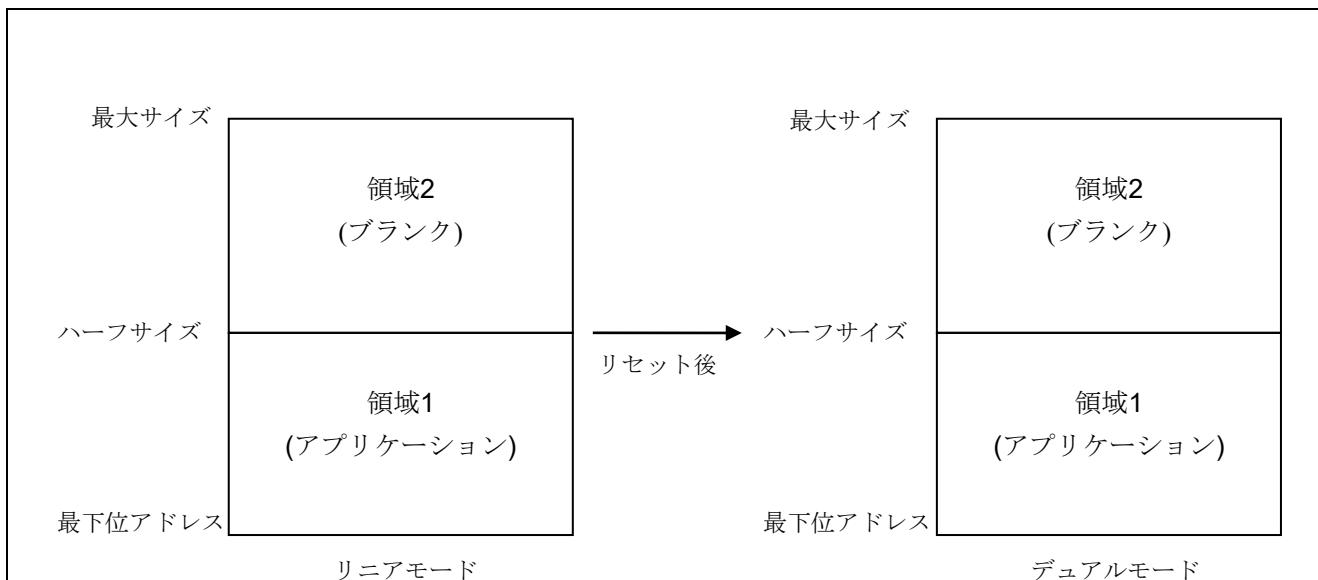

図 5.1 リニアモードでのデュアルモード用アプリケーションの書き込み
#### 【条件】図 5.1 の領域 2 への書き込みは行わない
- デュアルモードに設定されたオプション設定メモリ用のプログラムファイルおよび図 5.1 の領域 1 のプログラムファイル（アプリケーション）を書き込む
【備考】リニアモードからデュアルモードに変更する場合、図 5.1 の領域 2 はブランクであることが推奨されます。